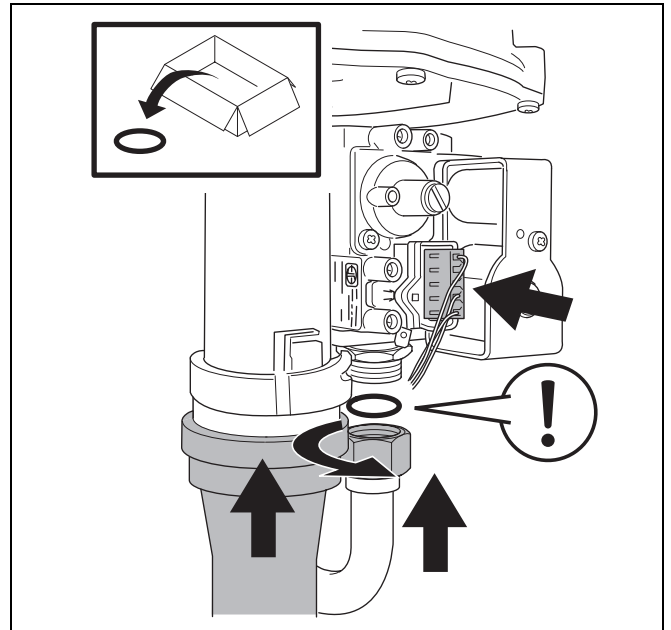

Bild 51 Neue Flachgummidichtung einsetzen
- Neue Flachgummidichtung zwischen der Gaszuleitung und der Gasarmatur einsetzen (→ Bild 51).